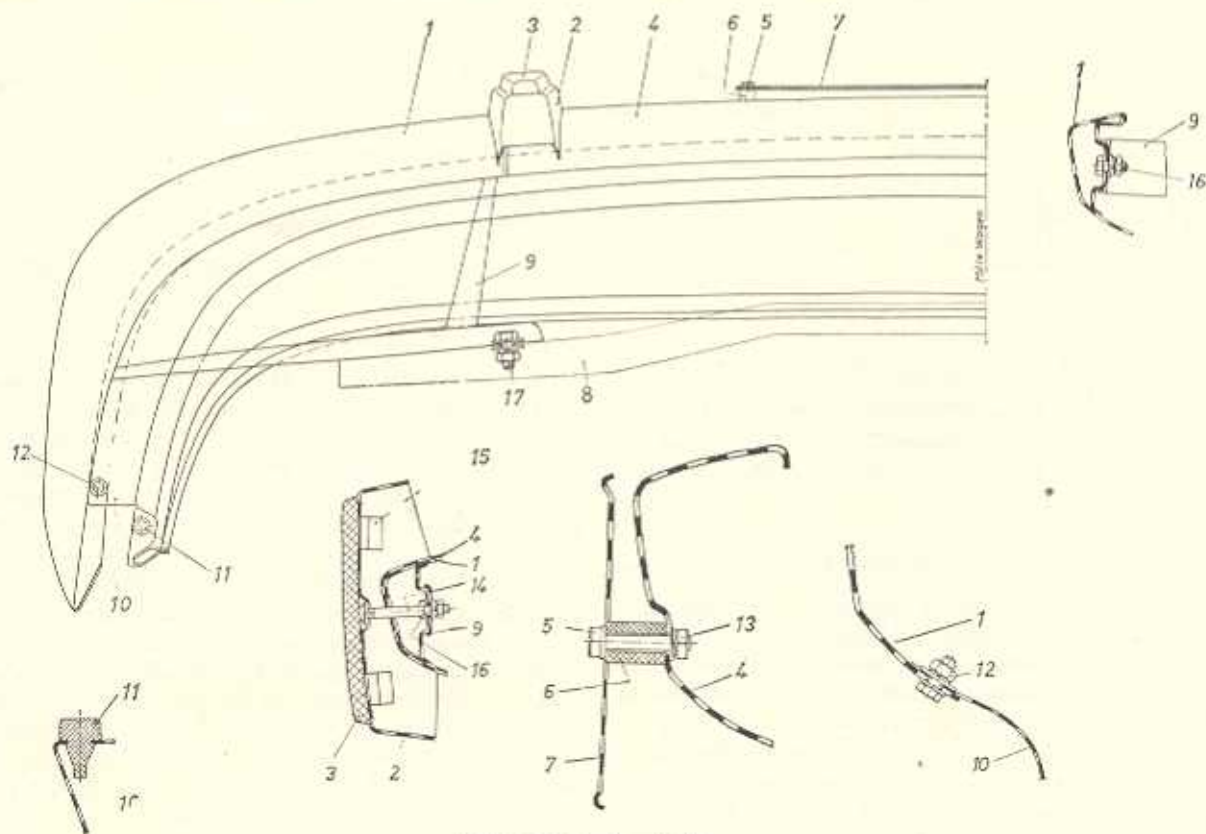

Bild K 45. Vordere Stoßstange
6.9.1. Vordere Stoßstange (Bild K 45)